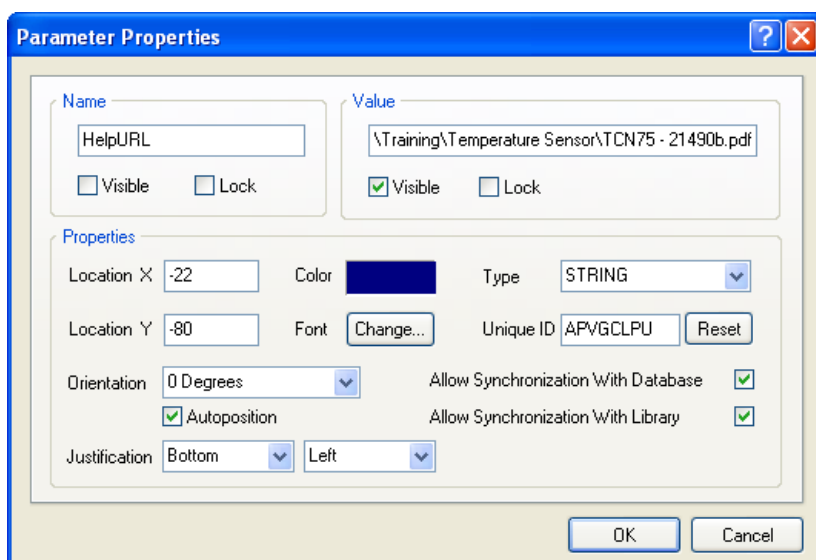

图 21. 添加 HelpURL 参数，将数据表链接到器件
7. 在字符串最后输入反斜线符号（\），然后输入 PDF 名称，即：TCN75 - 21490b.pdf，如图 21 所示。